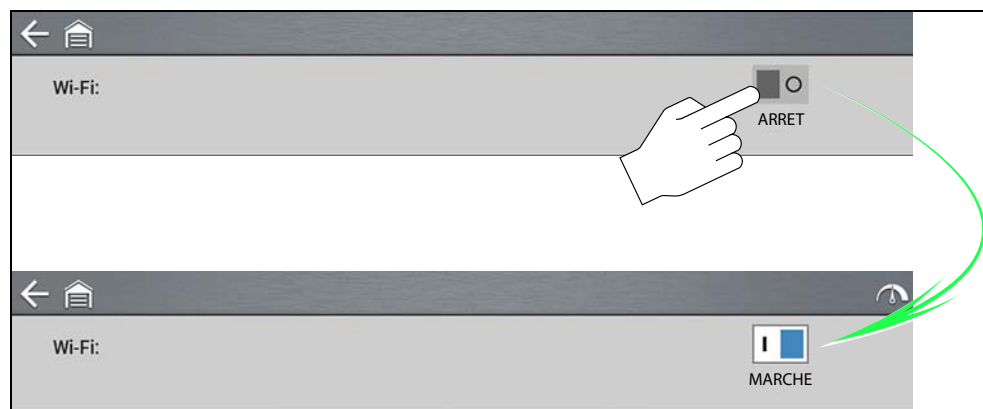

Figure 12-1
1. Pour activer/désactiver le Wi-Fi, sélectionnez l'icône d'alimentation Wi-Fi (Figure 12-1).